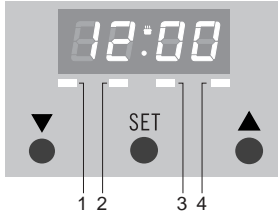

Abb. 4
Nach Anschluss des Gerätes oder nachdem die Stromzufuhr unterbrochen war, erscheint ,12.00' im Display. LED 4 blinkt (siehe Abb. 4). Die Tageszeit kann eingestellt werden.
- Drücken Sie auf 'SET', bis LED 1 blinkt (siehe Abb. 4).
- Drücken Sie ▼ oder die Taste ▲, bis die richtige Kurzzeitweckerzeit erreicht ist. Die eingestellte Zeit bleibt im Display sichtbar. LED 1 brennt kontinuierlich (siehe Abb. 4).
- Drücken Sie 'SET', bis LED 2 blinkt (siehe Abb. 4).
- Drücken Sie 'SET', bis das LED 3 blinkt (siehe Abb. 4).
LEDs 2 und 3 brennen kontinuierlich (siehe Abb. 4). Die Tageszeit wird angezeigt. Im Backofen ertönt ein Signal, wenn die eingestellte Zeit erreicht ist. Er schaltet sich automatisch aus. Drücken Sie ▼ oder die Taste ▲, um das Signal auszuschalten.